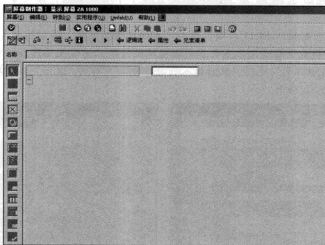

图 4-47 “屏幕制作器”界面
STEP 2 在此界面中可以看到，左边是对象选择区，右边是显示区。在对象选择区选择“Repository Browser”选项，然后选择“程序”选项，在“程序名”栏中输入程序名后按“回车”键，即可看到所输入程序的对象结构层次。在右边的显示区可以看到程序的代码。另外，在对象浏览器中还可以对界面进行图形化设计，单击“格式”按钮，进入“屏幕制作器”界面，如图4-47所示。在此界面中，可以对程序的启动界面、过程界面、输出界面进行设计。由于是面向对象的图形界面，因此可以通过左边的相关按钮，以及表单、图框等工具方便地画出相关界面。